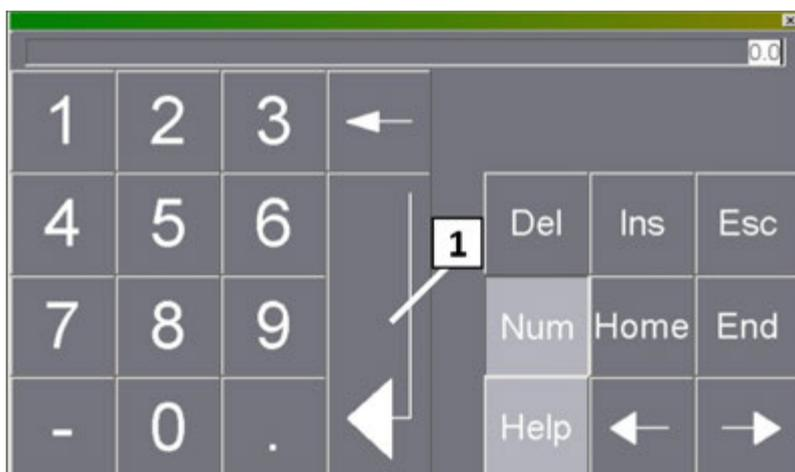

Fig. 32: Pavé numérique consigne
18. Régler la consigne entre 40 et 60 % et confirmer (Voir la Fig. 32 [1]). Attention, les appareillages en verre requièrent des précautions particulières. Il est recommandé d'activer la régulation de la pression pour les appareillages en verre (voir aussi chapitre ↵ Chapitre 8.4.1.3 « Régulateur de pression aller N163 » à la page 92) !